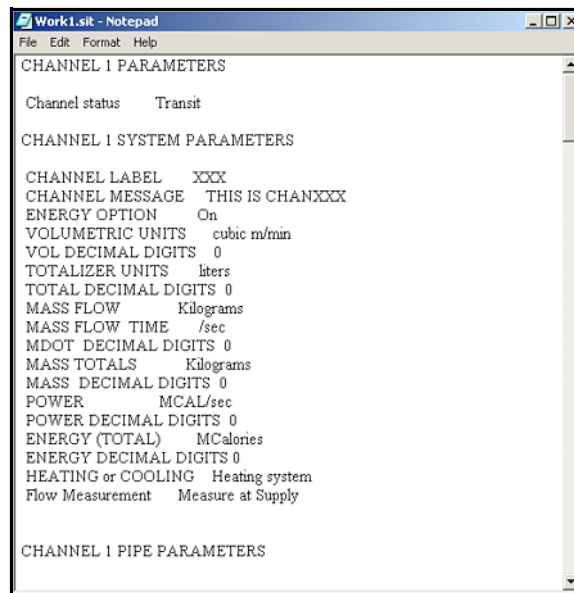

Рис. 54: Распечатка файла объекта
3. Откроется окно *Site File Selection* (Выбор файла данных объекта) (показано на на рис 52 на стр.е 111). Введите нужное имя объекта (теперь с суффиксом .prt) и нажмите [Save] (Сохранить). Приложение PanaView отображает текстовую версию объекта, как показано на Рис. 54 внизу.